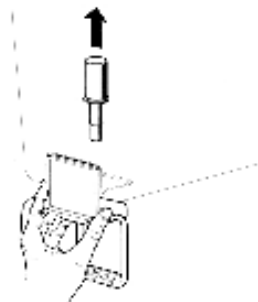

figure 3
- 6 Robinet en inox à gravité:** défilier le piston et démonter le levier de débit robinet (voir figure 3).